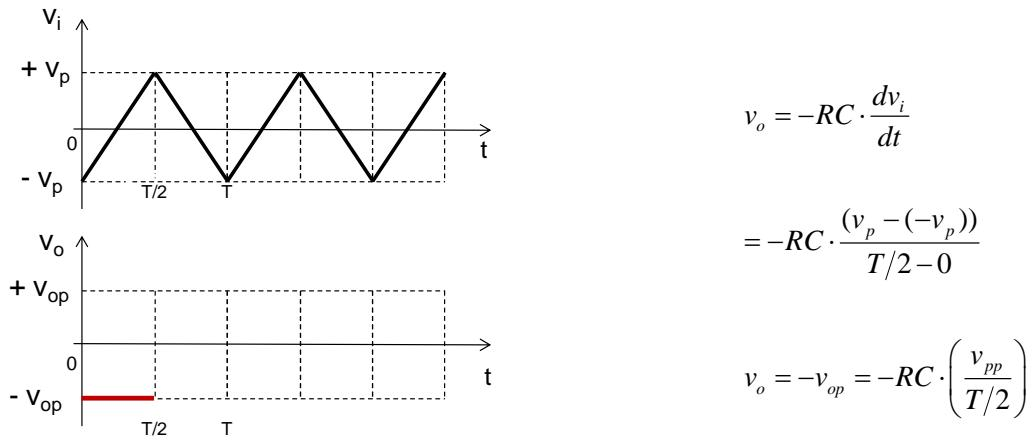

Figura 3.111.
- **Primeiro intervalo (de 0 a  $T/2$ , indicado na Figura 3.111):**